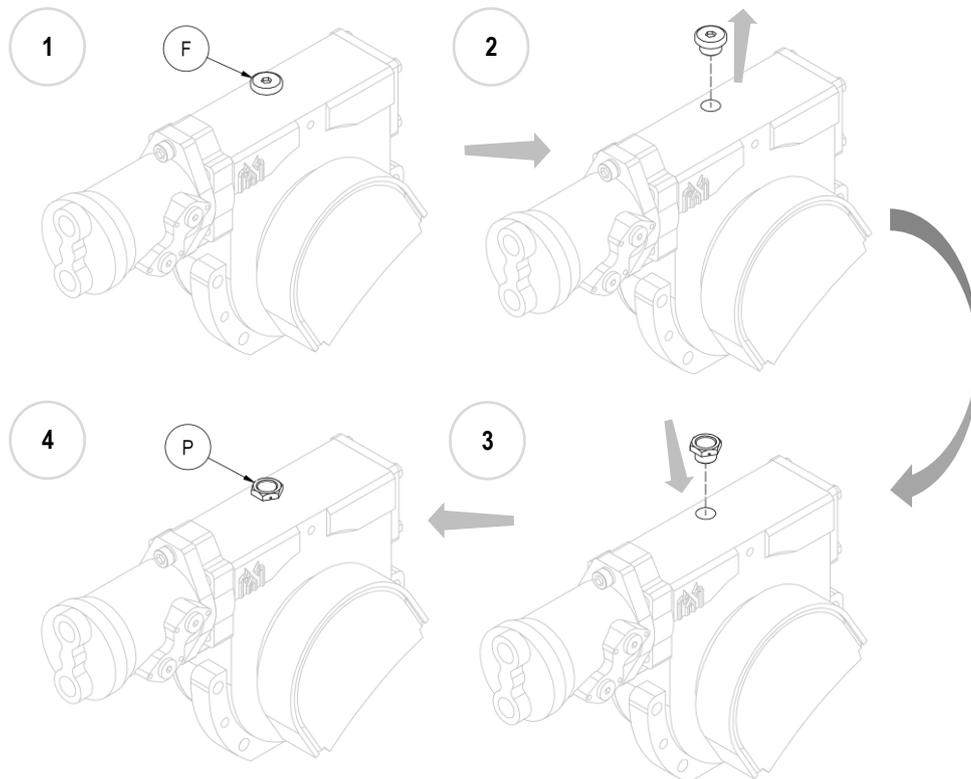

Abbildung 10
10. **N.B.** Sobald das Gerät eingebaut ist, ersetzen Sie den Eisenblindstopfen **F** des Lochs zum Ölnachfüllen durch den mitgelieferten Kunststoffdeckel mit Entlüfter **P** (siehe *Abbildung 10*).